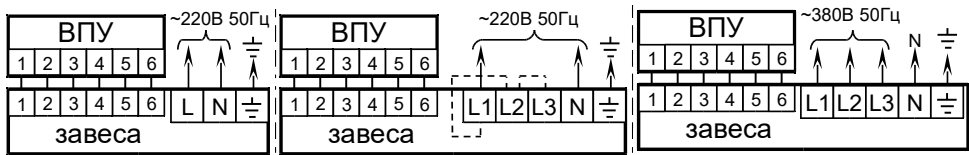

Рис. 3. Схемы подключения занавес к электросети и пульту управления
4. Подключить сетевой кабель и кабель управления согласно маркировке на клеммных колодках (см. схему подключения занавесы к электросети и пульту на рис. 3.)